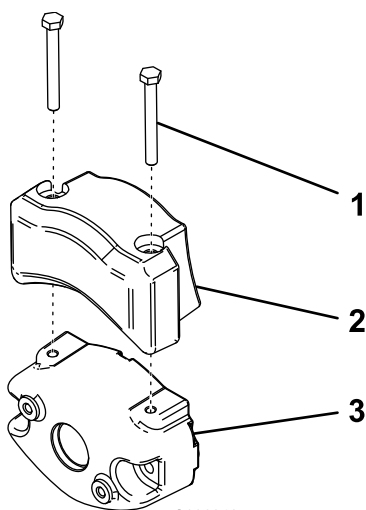

図 4
4. 図 4 のように、キャップスクリュー2本を使用して既存のカウンタウェイトに電動用ウェイトを取り付ける。